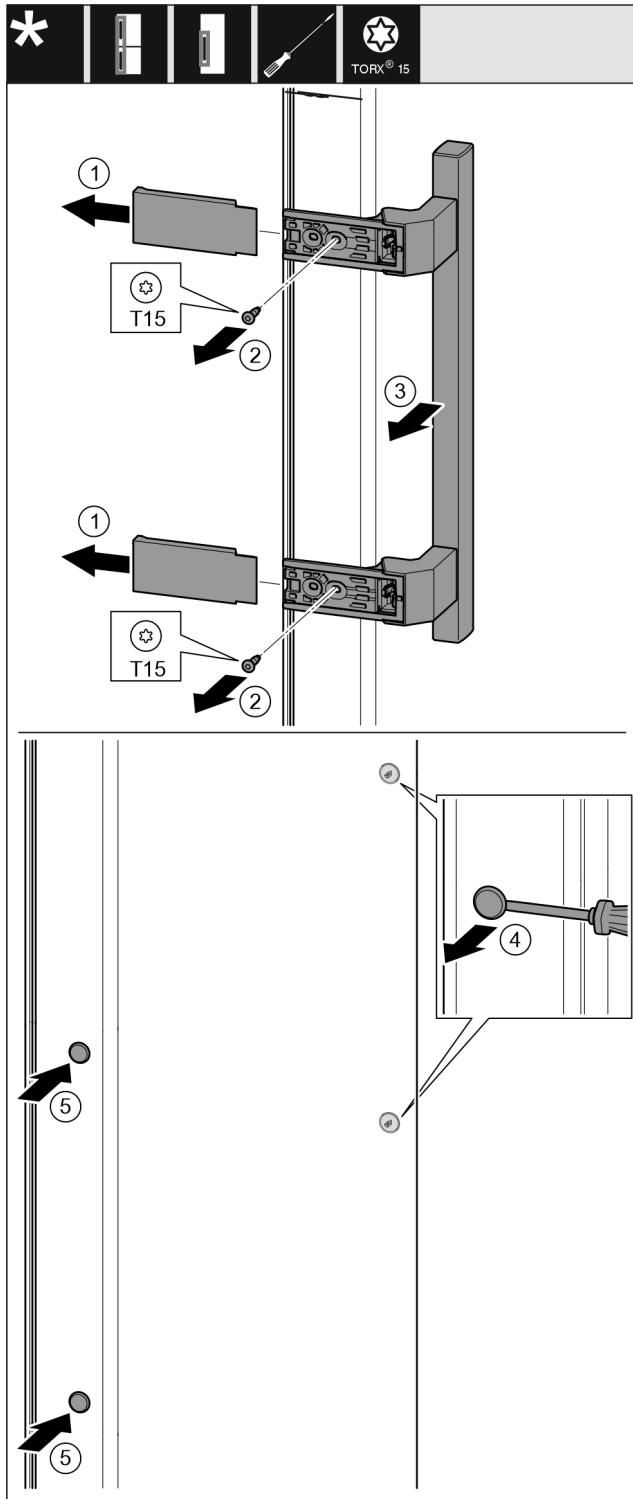

Fig. 20
- ▶ Зніміть кришку. Fig. 20 (1)
- ▶ Викрутіть гвинти за допомогою викрутки T15. Fig. 20 (2)
- ▶ Зніміть ручку. Fig. 20 (3)
- ▶ За допомогою шлицевої викрутки обережно підійміть бокову пробку та витягніть її. Fig. 20 (4)
- ▶ Знову вставте пробку з іншого боку. Fig. 20 (5)